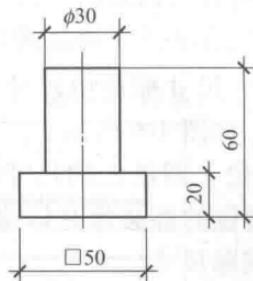

图 1-9 矩形、正方形的标注
④ 矩形、正方形尺寸标注 标注正方形的尺寸，可用“边长×边长”的形式，也可在边长数字前加正方形符号“ \square ”，如图 1-9 所示。